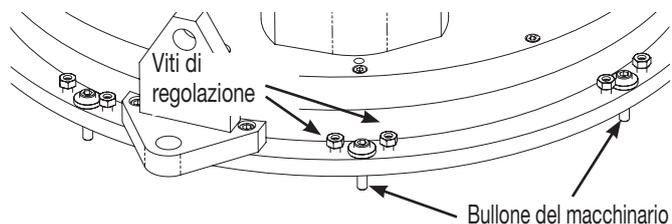

Figura 11: Bulloni di montaggio
6. Ispezionare la flangia e, se necessario, utilizzare le viti regolabili per livellare la macchina in modo che sia parallela alla flangia. Vedere la figura 11.